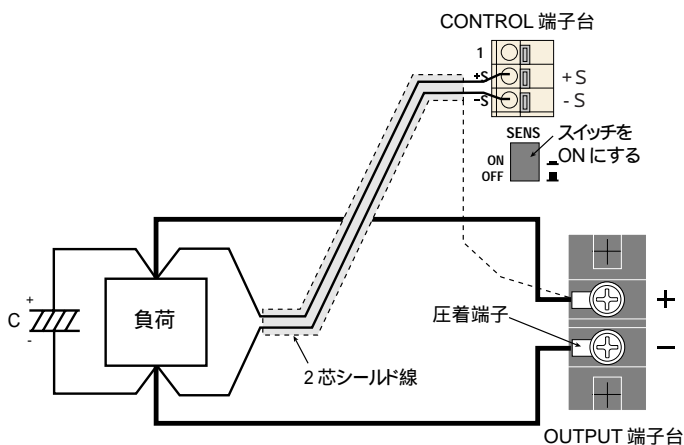

図 4-4 リモートセンシングの接続
3. 図 4-4 のように、+ S 端子と負荷端の +（正）間、および - S 端子と負荷端の -（負）間を接続します。